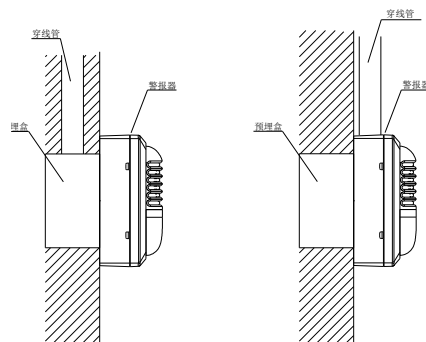

图 2 安装示意图
3. 警报器底壳与警报器主体之间采用插接方式，支持暗装与明装两种方式，兼容 86H50 型标准预埋盒，安装示意图如图 2 所示。